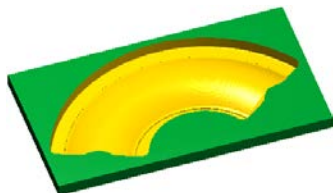

图 6.12.8 仿真结果
(1) 在 **刀路** 选项卡中单击  按钮，然后单击“验证已选择的操作”按钮 ，系统弹出“Mastercam 模拟器”对话框。
(2) 在“Mastercam 模拟器”对话框中单击  按钮，系统将开始进行实体切削仿真，结果如图 6.12.8 所示，单击  按钮。